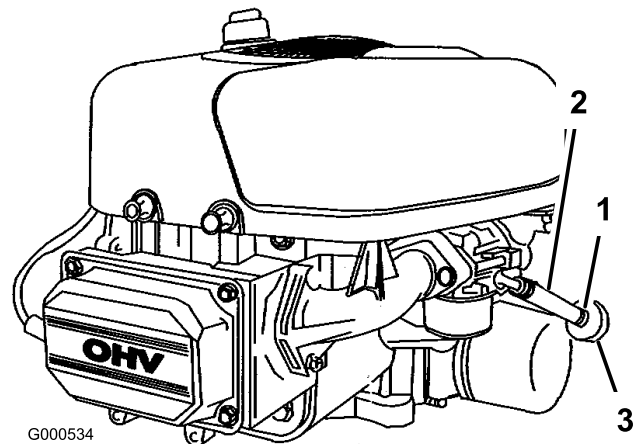

Bild 31
4. Lockern Sie die Schlauchklemme am Kraftstofffilter und schieben Sie sie an der Kraftstoffleitung weg vom Kraftstofffilter (Bild 31).
5. Ziehen Sie die Kraftstoffleitung vom Filter (Bild 31).
Kraftstofffilter heran, um die Kraftstoffleitung zu befestigen (Bild 31).
4. Drücken Sie die Enden der Schlauchklemmen zusammen und schieben Sie sie vom Filter weg (Bild 31).
6. Setzen Sie einen neuen Filter so ein, dass der Flussrichtungspfeil vom Kraftstofftank zum Motor zeigt, und schieben Sie die Schlauchklemmen auf den Filter (Bild 31).